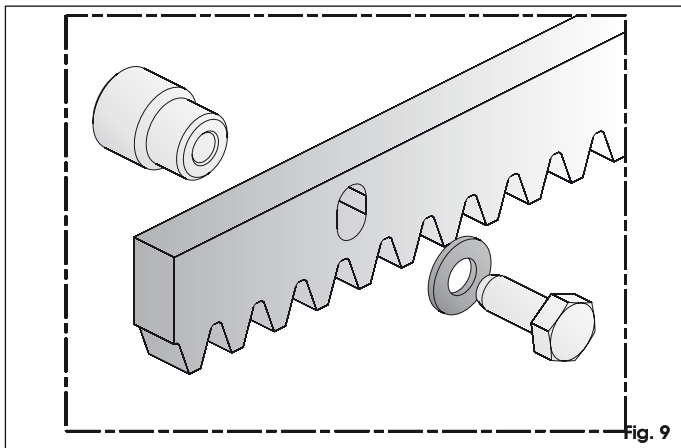

Fig. 9
1. Predisporre la cremagliera (fornibile a richiesta), con le viti TE 8 x 25 e i distanziali a saldare in dotazione, come da fig.9. Per evitare di saldare sul cancello sono disponibili dei distanziali passanti zincati con viti di fissaggio TE 8 x 50.